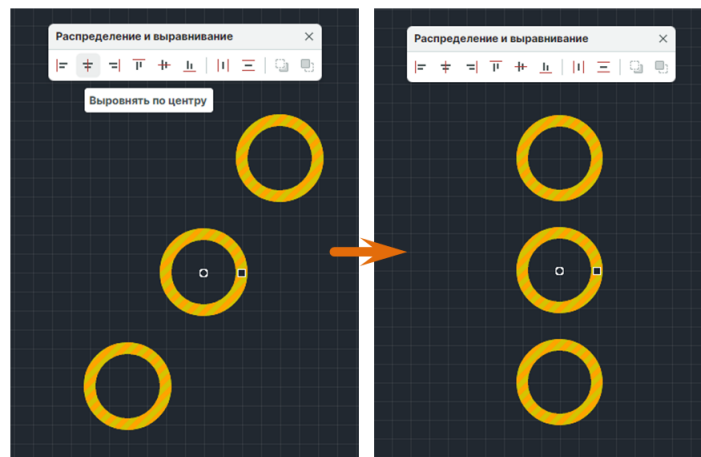

Рис. 312 Выравнивание по центру
2. На панели «Распределение и выравнивание» выберите инструмент «Выворнять по центру», который обозначен иконкой , см. Рис. 312.